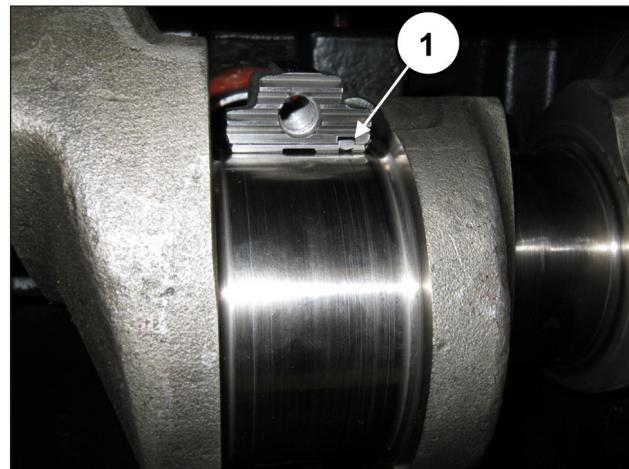

Fig. 66
Para montar correctamente los cojinetes, la lengüeta de referencia de los semicojinetes debe encajar en el alojamiento de la semibielas (pos. ①, Fig. 66).